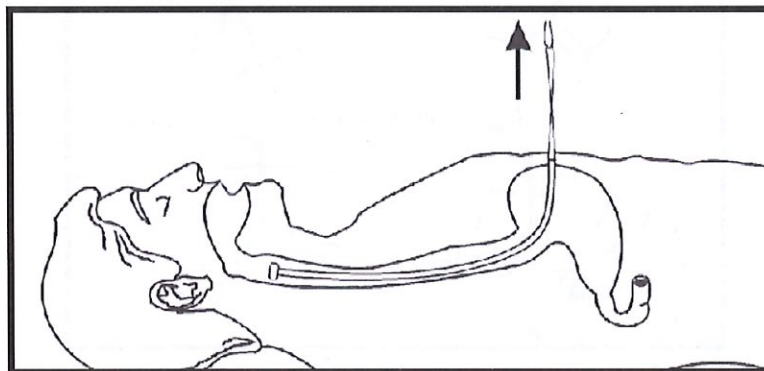

Figura 9
- Mientras sujeta ambos ramales del extremo proximal del cable de inserción, tire de la sonda para GEP de modo que atraviese el lugar de incisión (Figura 9).